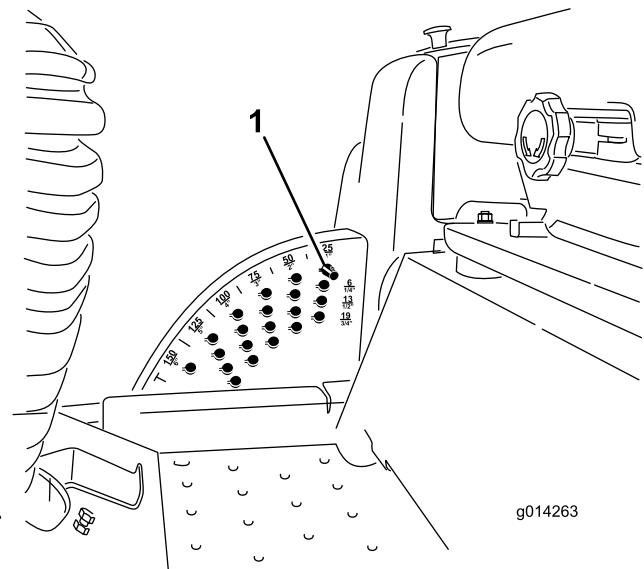

図 16
注 デッキを上昇位置にロックするには、上昇位置からさらに 15 cm 上昇させ、刈高ストップ・ピンを抜いて（刈高の調整の項を参照）、刈高 15 cm (6インチ) の穴に通します（図 16）。
に上昇したら直ちにレバーから手を離す(図 16)。
2. ストップピンについているロールピンを回してピンと刈高設定穴のスロットとが整列したところでピンを抜き取る(図 16)。
3. 刈高ブラケットについている穴から、希望する刈高に対応する穴を見つけ、その穴にピンを通し、ピンを回してロックする(図 16)。
注 刈高設定穴は、扇形の外周に一番近い段から全部で4段(列)あります(図 16)。外周側の列は、外周部に刻印されている通りの刈高の穴です。2列目の穴は、1列目の刈高よりも6mm高い刈高となります。3列目の穴は、1列目の刈高よりも12mm高い刈高となります。4列目の穴は、1列目の刈高よりも18mm高い刈高となります。刈高158mmだけは例外で、2列目のはずれにあります。この穴にセットすると刈高158mmとなります(6mmアップにはなりません)。